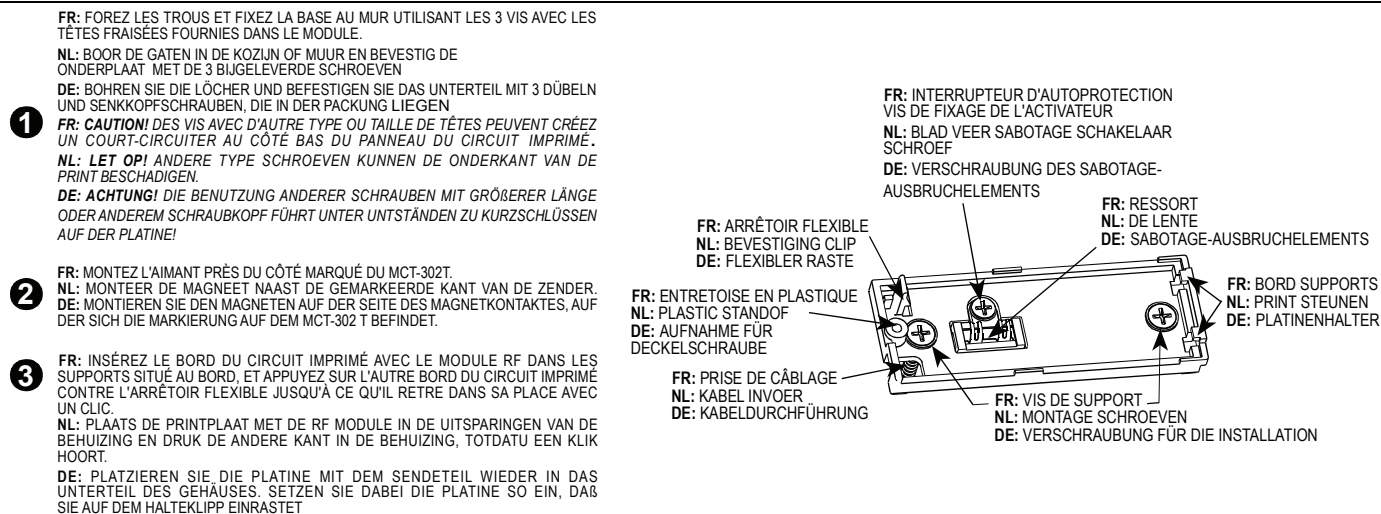

Fig. 3 - MCT-302T
ATTENTION! Le MCT-302T porte un interrupteur d'autoprotection supplémentaire sous le panneau. Cet interrupteur est actionné par un ressort lame, monté sur un petit segment de la base qui est lâchement connecté à la base (Fig. 3).
- Pour un contrôle E.O.L., réglez le **SW2** en position **ON**. Les contacts normalement fermés (N.C.) aussi bien que ceux normalement ouverts (N.O.) du capteur peuvent être utilisés, comme l'indique l'illustration en figure 3. Une résistance EOL de 47kΩ doit être branchée à l'extrémité du circuit de la zone.